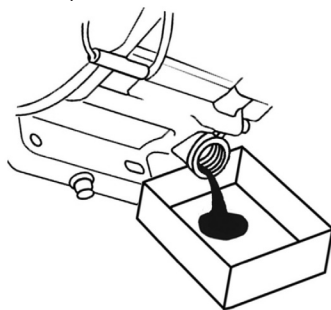

Рис. 12 Замена моторного масла
3. Наклоните виброплиту в сторону маслосазливной горловины двигателя и слейте отработанное масло через маслосазливную горловину в подготовленную для этого емкость (Рис. 12).